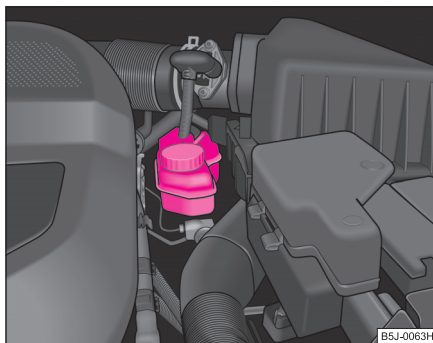

Fig. 159 Vano motor:
- Verifique el nivel de líquido de frenos en el depósito ⇒ **fig. 159**. El nivel debe encontrarse entre las marcas “MIN” y “MAX”.